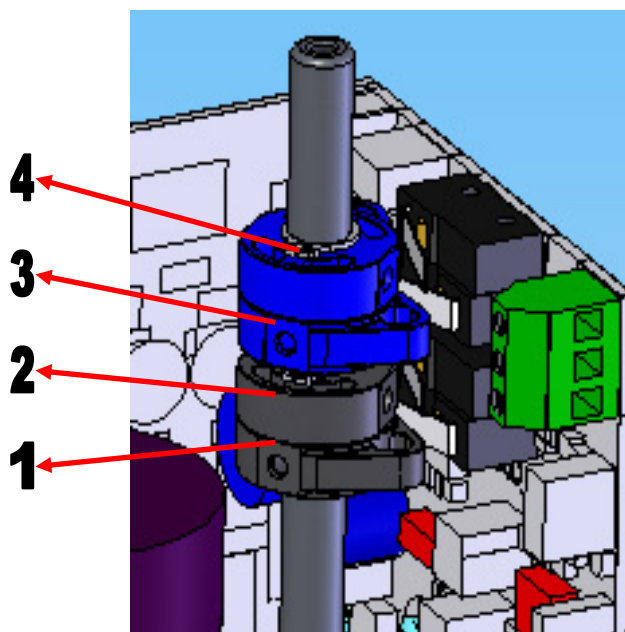

Рис. 6 . Кулачки концевика
4.6 Регуляция движения привода (рис.6)